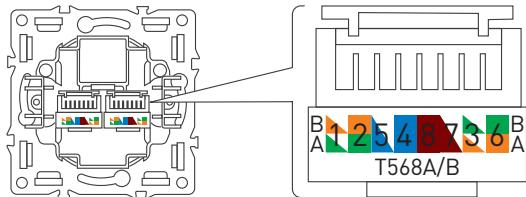

Рис. 1.
- 3.9. Для подключения розетки к сети Ethernet используйте схему подключения [рис. 1].